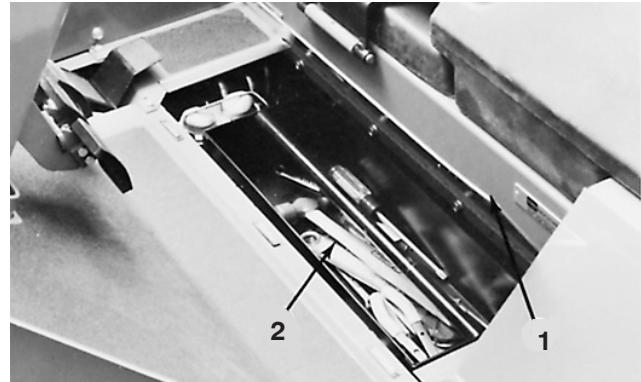

Bild 56
1. Heben Sie die Bodenplatte vor dem Sitz an (Bild 56). Nehmen Sie die Werkzeugkiste heraus.
- Nehmen Sie das Mähwerkklappverbindungsteil aus der Werkzeugkiste unter dem Zugmaschinenboden (Bild 56) und klemmen Sie die Stifte von den Schweißteilen an den Zugmaschinenrahmen und den Mähwerkhubarm.